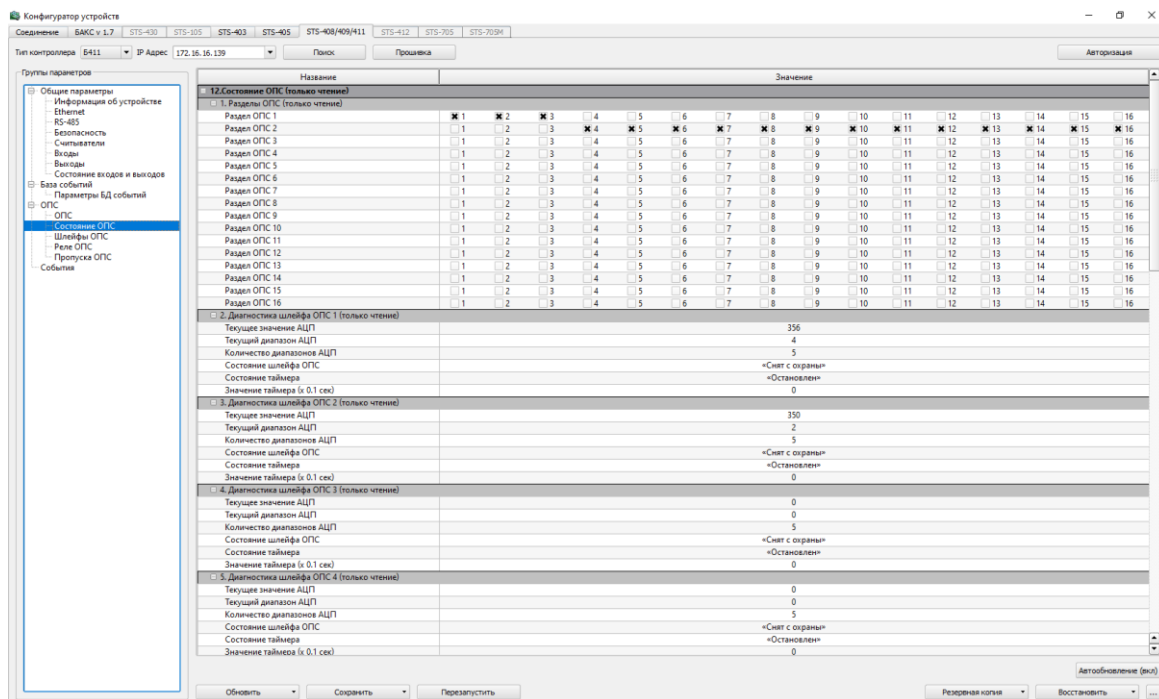

Рисунок 21 – Состояние ОПС
- Состояние ОПС – здесь отображается состояние ШС (рисунок 21).